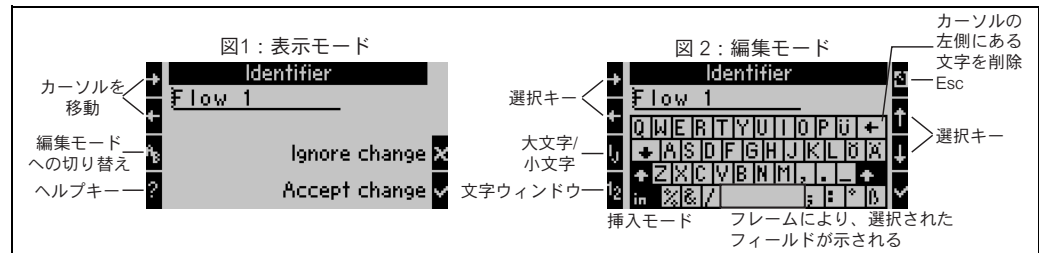

図 16 例：Palm キーボードを使用した識別名の編集
- カーソルキーを使用して、直前に別の文字を入力する必要がある文字の前にカーソルを置きます。テキスト全体を削除してから書き直す必要がある場合は、カーソルを完全に右側に移動させます（図 16 を参照 説明図 1）。
- ij/IJ キーとコキーを使用して、大文字 / 小文字または数字を選択します（図 16 を参照 説明図 2）。
- カーソルを使用して必要なキーを選択し、チェックマークを使用して確認します。テキストを削除したい場合は、右側最上部にあるキーを選択します（図 16 を参照 説明図 2）。
- Esc キーを押して編集モードから表示モードに切り替え、[チェック] キーを使用して変更を受け入れます（図 16 を参照 説明図 1）。
- 編集モードでは、カーソルを移動できません（図 16 を参照 説明図 2）！変更する必要がある文字の位置にカーソルを置くためには、Esc キーを使用して、前のウィンドウ（図 16 を参照 説明図 1）に戻ってください。その後、再び AB キーを確認します。